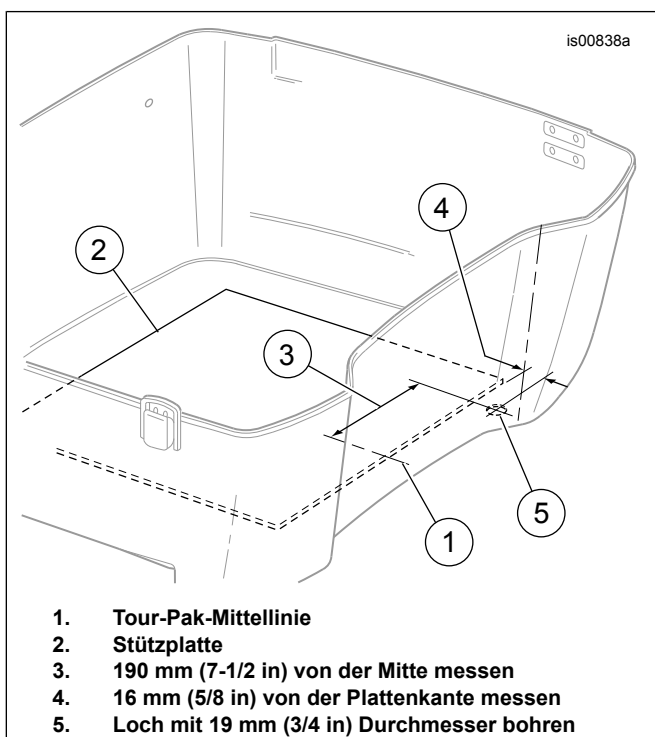
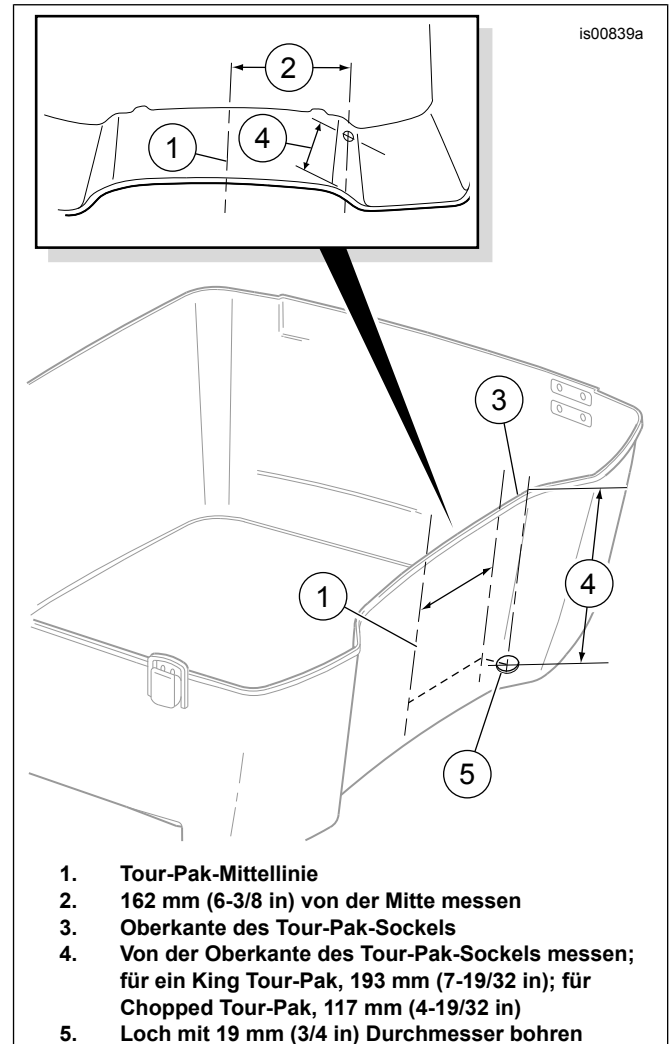

Abbildung 2. Lage der Bohrung für AM/FM-Antennenkabel (Tour-Pak Typ 1)
Abbildung 3. Lage der Bohrung für AM/FM-Antennenkabel (Tour-Pak Typ 2)
- c. Siehe Abbildung 2. Die Mitte (1) der Stützplatte (2), die den Boden des Tour-Pak bedeckt, ausfindig machen und ausmessen.
- g. Vor der Stützplatte einen 51 mm (2 in) breiten Streifen Abklebeband in 190 mm (7-1/2 in) Abstand (3) zur Mittellinie von der Stützplatte bis zur Vorderwand des Tour-Pak auf den Boden aufkleben.
- i. Von der Vorderkante der Stützplatte (4) aus 16 mm (5/8 in) nach vorne messen und durch einen kurzen Querstrich auf der zuvor gezeichneten Linie markieren.
- l. Von der Unterseite des Tour-Pak ein 19 mm (3/4 in) großes Loch (5) in den Tour-Pak-Boden bohren.
- o. Siehe Abbildung 3. Die Mitte (1) der Vorderwandinnenseite des Tour-Pak ausfindig machen und ausmessen.
- r. Direkt auf das Klebeband schauend den Abstand von 162 mm (6-3/8 in) von der Mittellinie aus zur linken Seite der Tour-Pak-Wand (2) ausmessen. Dabei nicht der Rundung der Wand folgen, sondern in **gerader Linie** messen. Siehe Abbildung 3 Bildausschnitt.
- u. Siehe Abbildung 3 (Punkt 4). **Beim King Tour-Pak:** Von der Oberkante (3) des Tour-Pak aus 193 mm (7-19/32 in) abwärts messen. **Beim Chopped Tour-Pak:** Von der Oberkante (3) des Tour-Pak aus 117 mm (4-19/32 in) abwärts messen. Hier auf der senkrechten Linie einen kurzen Querstrich ziehen.
- x. Von der Außenseite des Tour-Pak ein 19 mm (3/4 in) großes Loch (5) durch das Führungsloch nach innen bohren.